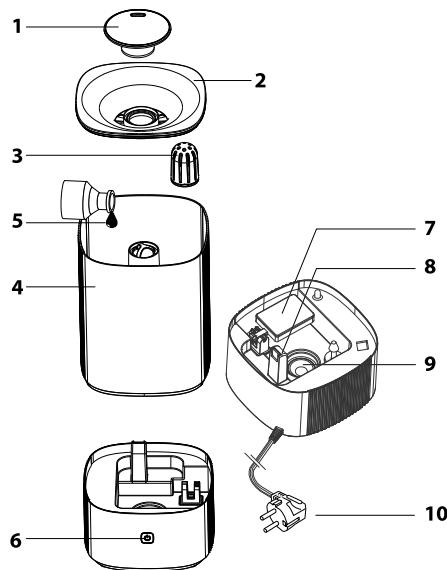
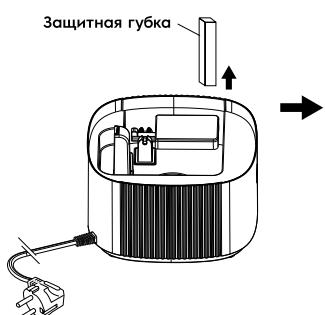

Рис. 1
Рис. 2
3. Налейте чистую воду непосредственно в емкость для воды. Уровень воды не должен превышать отметку MAX внутри бака (рис.2) . Воду можно заливать в воронку для залива воды (рис.1).
**При перемещении увлажнителя всегда держите прибор за основание (рис. 1), во избежание падения части прибора, с основными электронными узлами. Если в приборе есть вода, во избежание ее попадания в электронные узлы через шахту вентилятора (рис. 1), держите его горизонтально.**